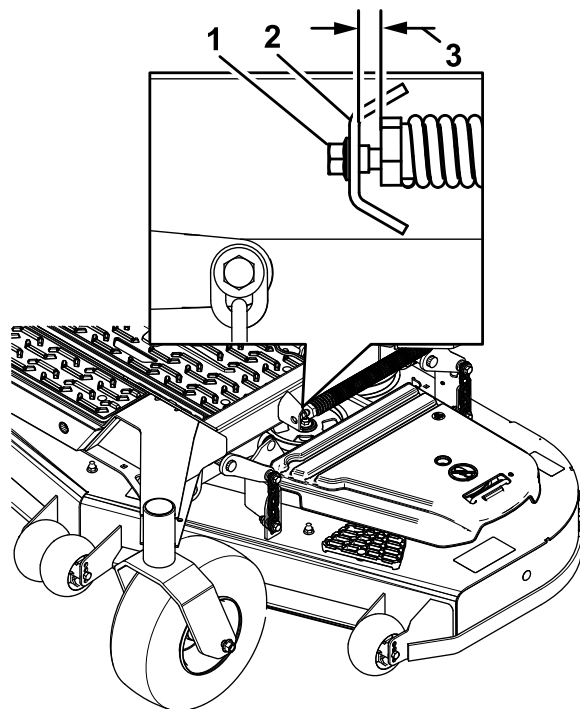

Figura 83
10. Allentate lentamente la vite di regolazione sulla molla di sollevamento assistito sinché non è possibile rimuovere la vite (Figura 83).